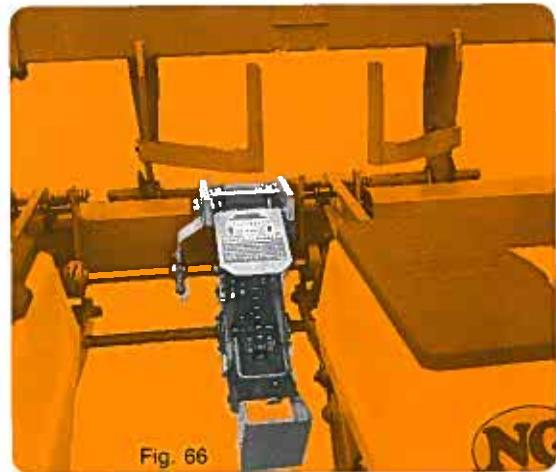

Fig. 66
- Montage déporté (fig. 66) pour semoir à nombre de rangs impair. La boîte se place à gauche et au plus près de l'élément central : pour cela supprimer 1 des paliers (4) support axe hexagonal.
Seitlich gesetzte Montage (Abb. 66) für Sämaschinen ungerader Reihenanzahl und Reihenabstände unter 45 cm. Das Wechselgetriebe wird links und ganz nah am mittleren Element angebracht. Bei dieser Stellung ist die Lagerschlüsse (4) zu entfernen.
- Offset assembly (fig. 66) for planters with an odd number of rows and inter-row spacing under 45 cm (18'). The gearbox is then mounted on the left and as close as possible to the central metering unit. To do so, remove one of the bearings fingers (4) which support the hexagonal shaft.
• Montaje desviado (fig. 66) para sembradora con número de hileras impar y distancia entre hileras inferior a 45 cm.